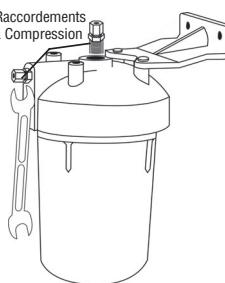

Figure 4
4. Visser un raccordement dans la sortie du filtre (sommel) et l'autre dans l'entrée du filtre (côté). Resserrer les deux raccordements à l'aide d'une clé. Ne pas trop serrer. (Figure 4)